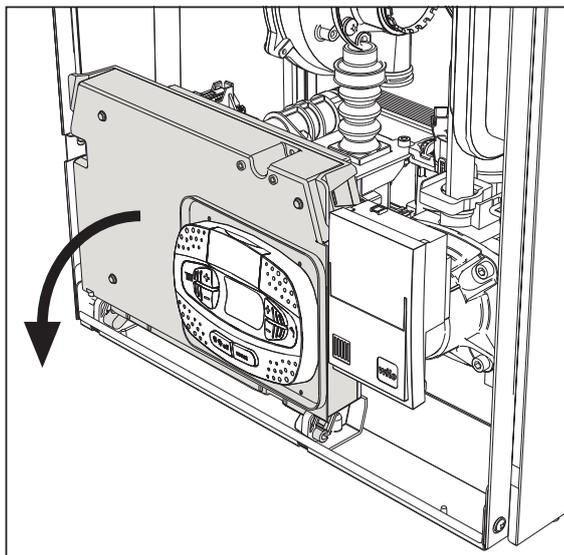
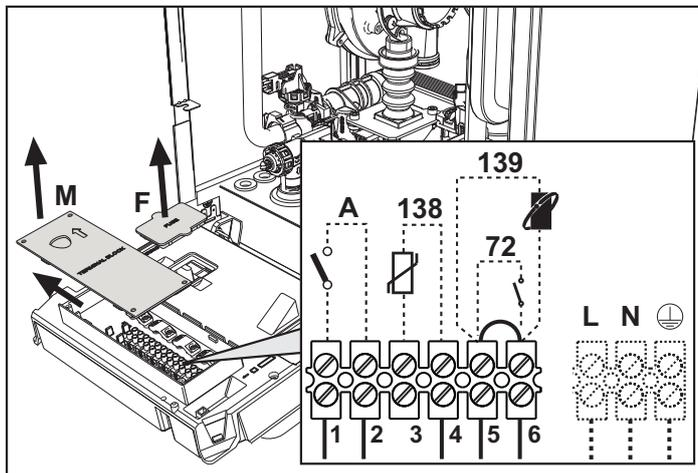

рис. 19
рис. 20
После снятия передней панели (\*\*\*) 'Открытие передней панели' on page 81 (\*\*\*) можно получить доступ к клеммной колодке (M) и предохранителю (F), действуя согласно нижеприведенным указаниям (рис. 19 и рис. 20). Клеммы, указанные на рис. 20, должны иметь чистые контакты (не 230В). Расположение зажимов и их назначение показаны также на электрической схеме на рис. 62.